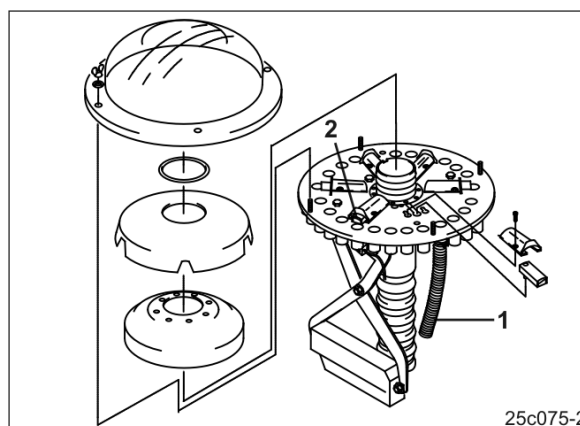

Рис. 105
- Семяпроводы (Рис. 105/1) сошников технологической колеи должны быть закреплены на тех выпускных отверстиях, которые могут закрываться при помощи заслонок (Рис. 105/2).
Для создания двух колеи в распределительной головке на колею заслонками (Рис. 105/2) может закрываться:
- Ненужные заслонки (Рис. 105/2) деактивируйте.